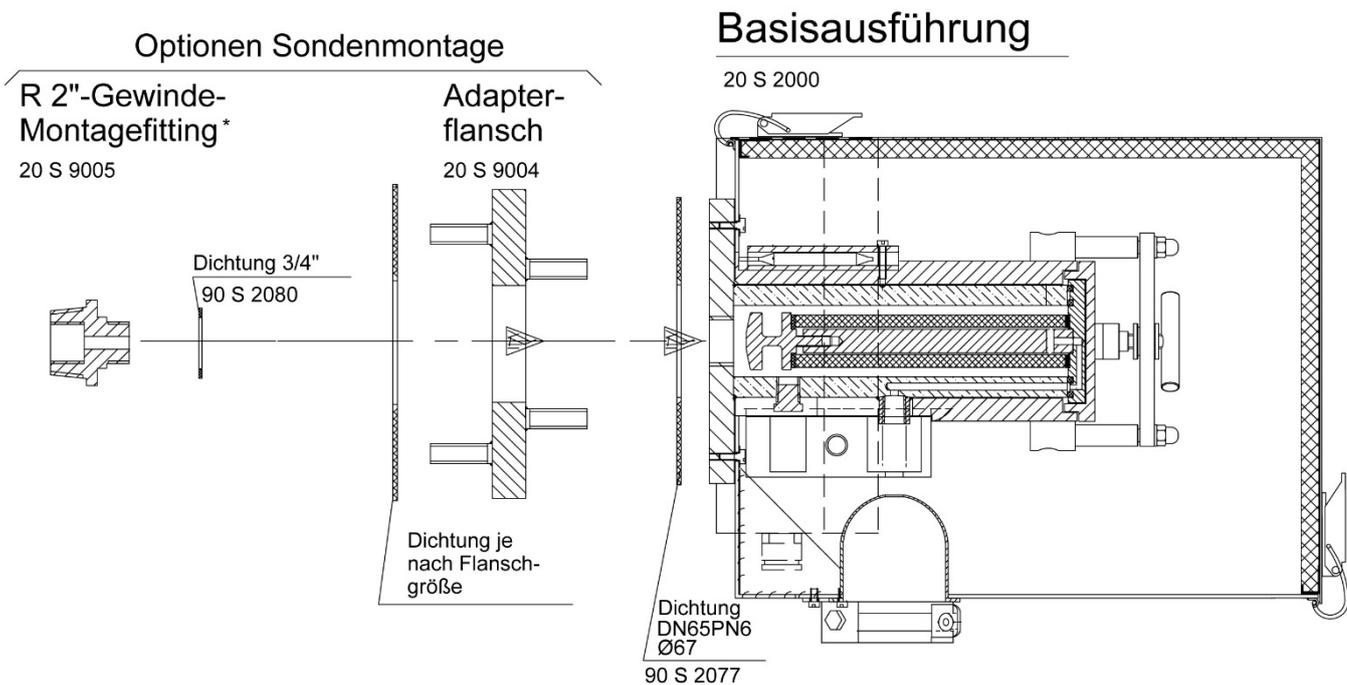

Abbildung 2 Montagemöglichkeiten SP2000..., SP2300-H, SP2400-H
3. Entspricht der Flansch am Entnahmestutzen nicht dem Standard Flanschanschluss DN 65 PN 6, so ist der optional mitgelieferte Adapterflansch (Abbildung 2 u. Abbildung 6) in gleicher Weise an der Sonde zu montieren.